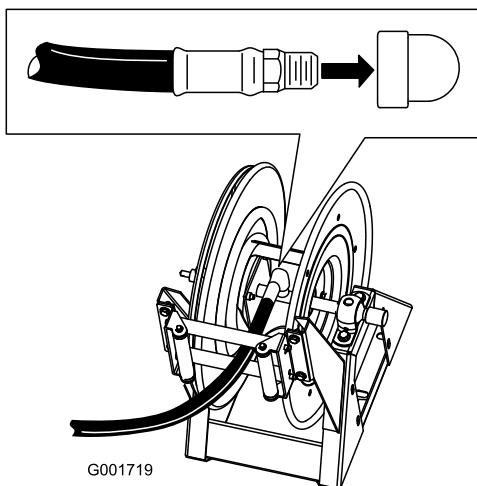

図 23
1. 長いホースのフィッティングのねじ山部分にテフロンTeflon®テープを巻き、フィッティングをリールの接続チューブに取り付ける 図 23。